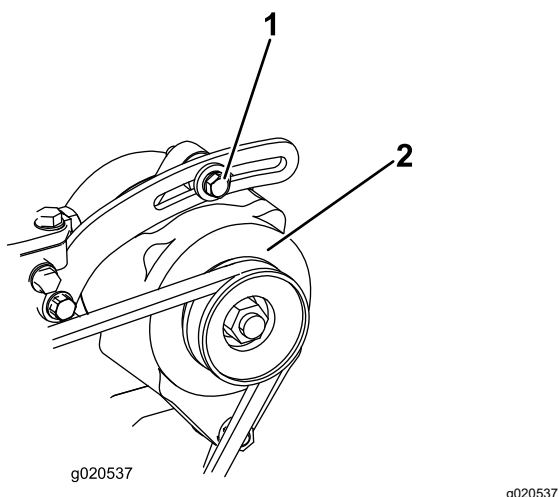

Figura 144
1. Si la desviación no es de 10 mm, afloje los pernos de montaje del alternador (Figura 144).